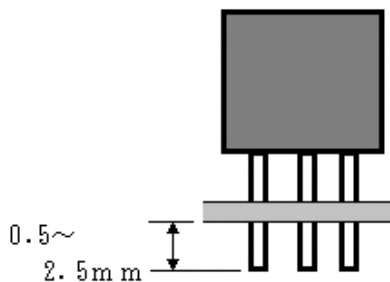

図12 部品の突き出し寸法
⑥突き出し寸法（図12）は0.5~2.5mmとし、2.5mmを超えるものは切断して、はんだ付けすること。切断面は、はんだめっきを施すこと。ただし、ボックスコネクタとピンヘッド、トグルスイッチの足は、切断しないこと。